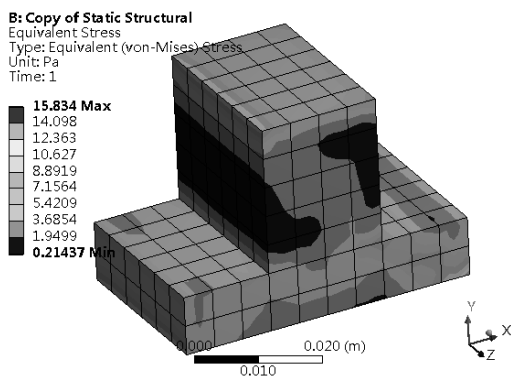
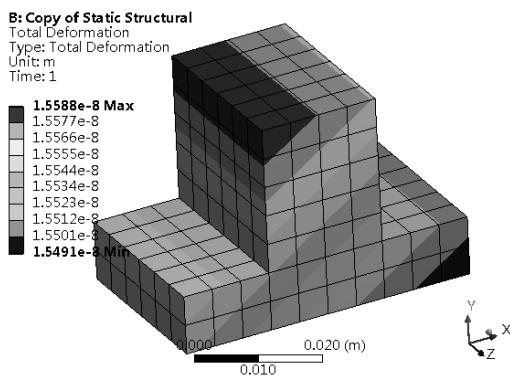

图 5-199 应力分布云图
图 5-201 位移分布云图
Step16: 如图 5-199 ~ 图 5-201 所示为应力、应变及位移云图。